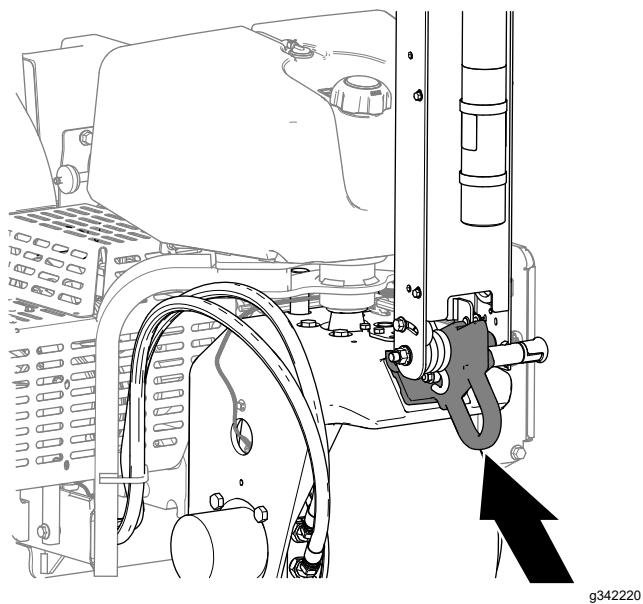

Рисунок 128
- Если вы буксируете машину, тяните ее за переднюю крепежную скобу (Рисунок 128).